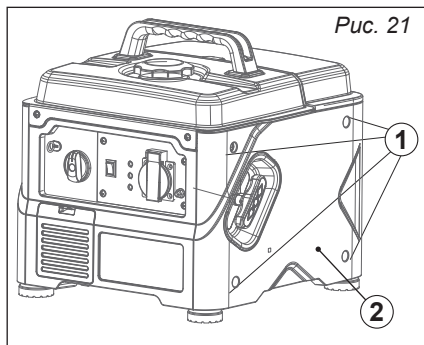

Рис. 21
2. Отвинтите винты ①, а затем снимите крышку ②, рис. 21.